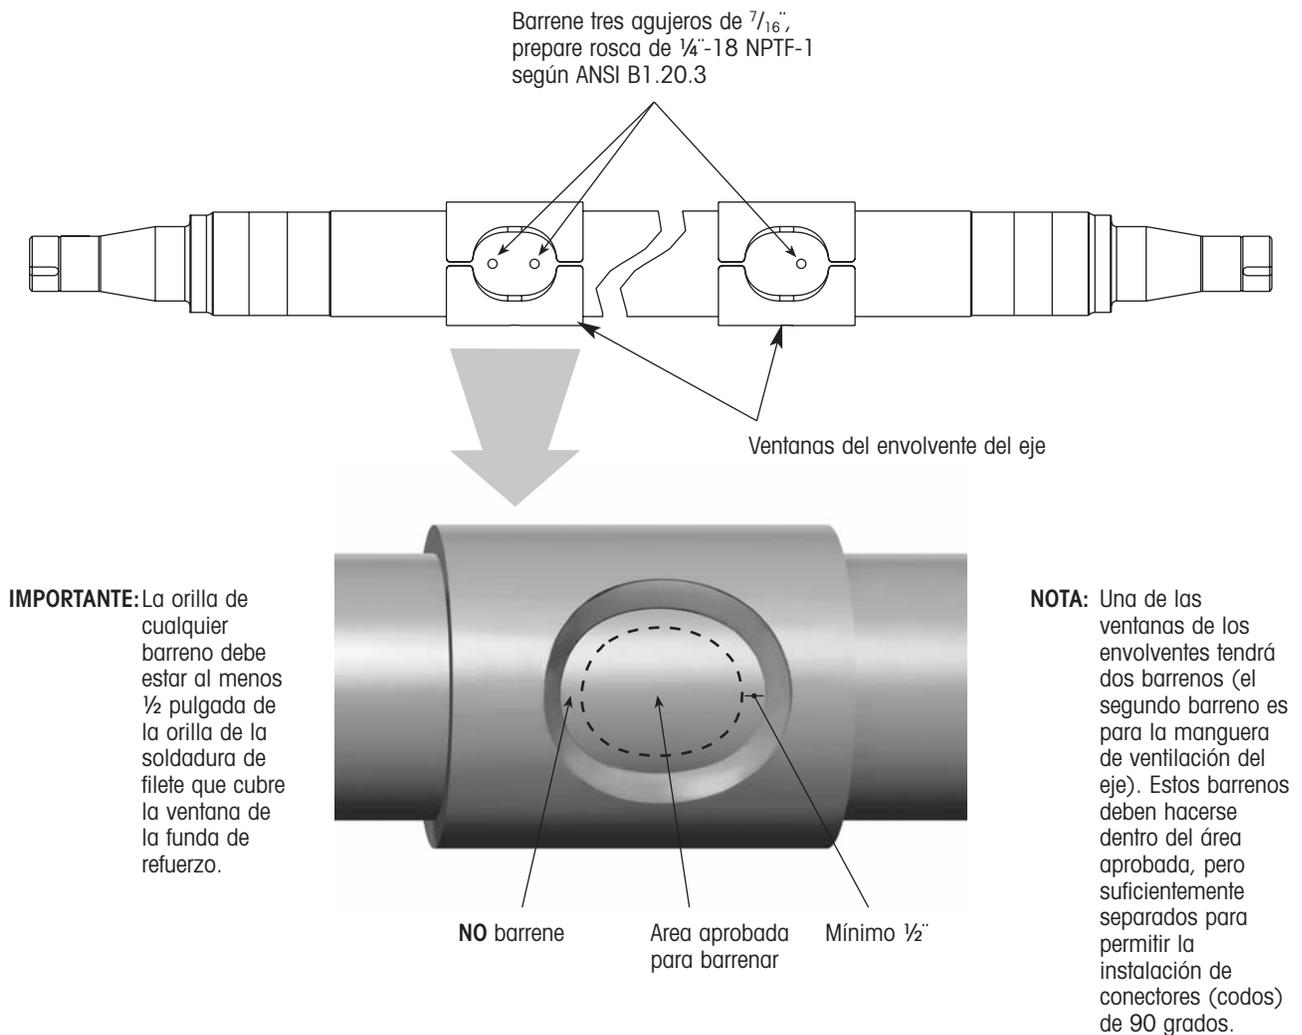

Figura 6. Detalles de barrenado para ejes de suspensiones INTRAAX / VANTRAAX
- Usando la información en la figura 6 o 6a, barrene y rosque tres agujeros de $\frac{1}{4}$ de pulgada - 18 NPT en las ventanas de los envolventes del eje (en suspensiones INTRAAX y VANTRAAX) o a la mitad del eje (en Ejes Hendrickson para Remolque) en preparación a la instalación de los componentes.